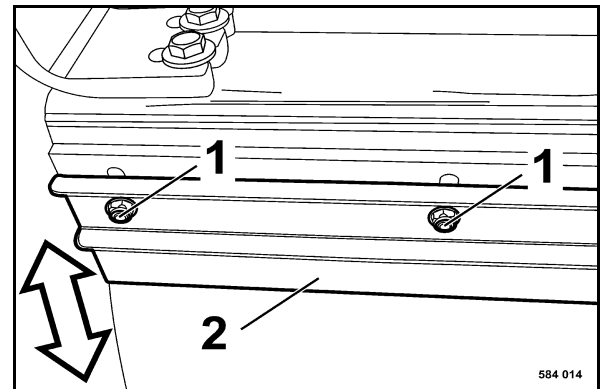

Fig. 193
- Pour régler le racleurs 2 (Fig. 193), desserrer les vis de fixation (1) aux trous oblongs et pousser le racleur jusqu'en butée du bandage.